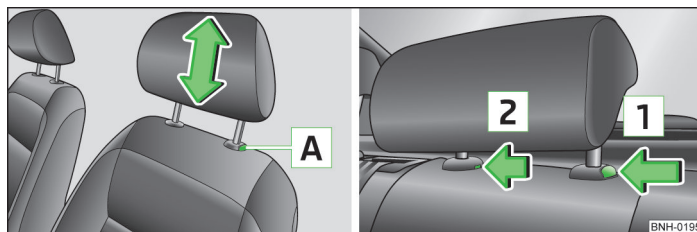

Fig. 36 Tetiera: Reglarea / demontarea
- Dacă se dorește împingerea în jos a tetierei, apăsați tasta de siguranță **A** » fig. 36 cu o mână și mențineți-o apăsată, iar cu cealaltă mână apăsați tetiera în jos.
- Apăsați tasta de siguranță **A** » fig. 36 și trageți afară tetiera.
- Apăsați tasta de siguranță în sensul săgeții **1** » fig. 36, în același timp apăsați cu o șurubelniță plată cu lățimea de max. 5 mm tasta de siguranță în orificiu, în sensul săgeții **2** și trageți tetiera afară.